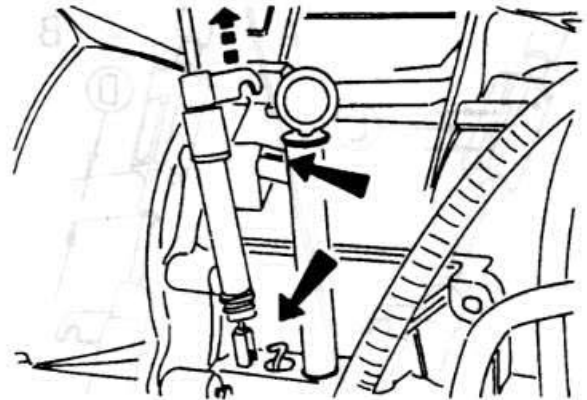

Рис. 3.52
- ◆ Отвинтите кронштейн оболочки от корпуса автоматической коробки передач. После этого разъедините рычаг с тросиком (рис. 3.52).